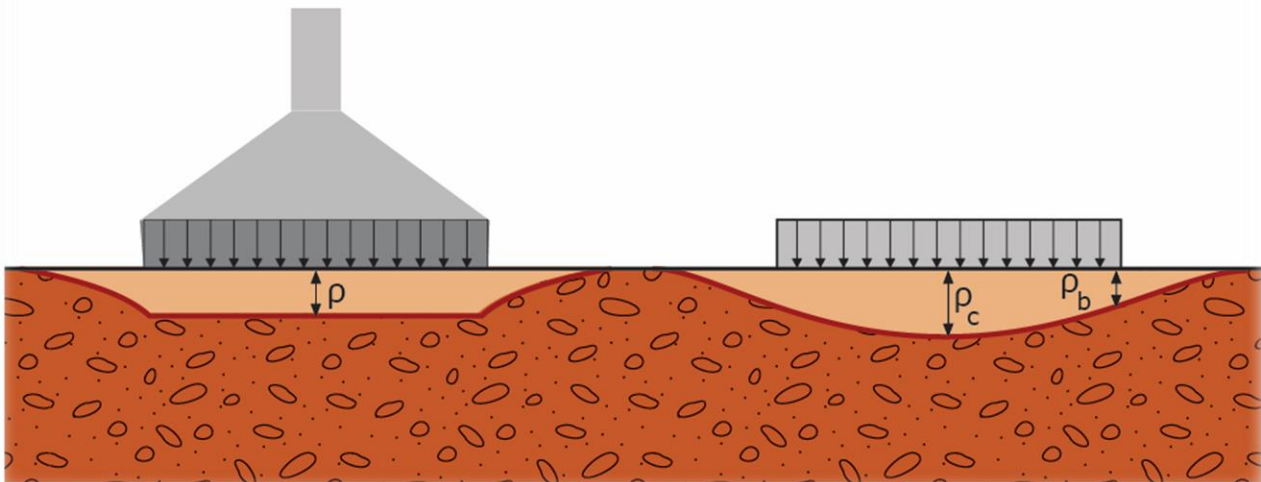

Figura 26: Diferença nas deformações entre sistema rígido (primeiro elemento mostrado, representando uma sapata) e flexível (segundo elemento)
**$I_p$ : Fator de influência** que depende tanto da **forma**, da **rigidez** e da **profundidade** de apoio da sapata quanto do sistema de aplicação de pressões, que poderá ser por elementos rígidos (ex: sapatas de concreto), ou flexíveis (ex: aterros), conforme a Figura 26. Devido a essa multiplicidade de variáveis, o fator de influência é muitas vezes obtido por meio de ábacos;